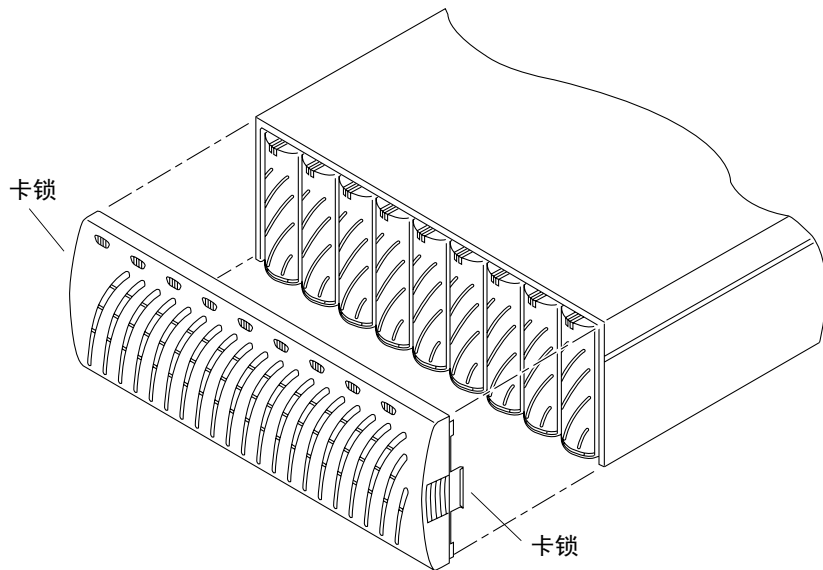

图 2-1 拆卸前面板
4. 按下位于侧面的卡锁并打开盖板，拆卸阵列的前面板（图 2-1）。